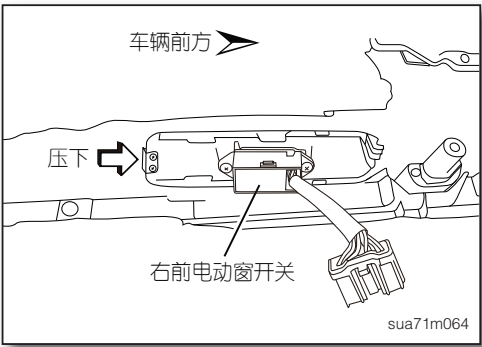

图13
- 2. 在右前电动窗开关的后侧，使用适当工具将弹簧固定扣压下(如图13)，同时将右前电动窗开关往上推出。